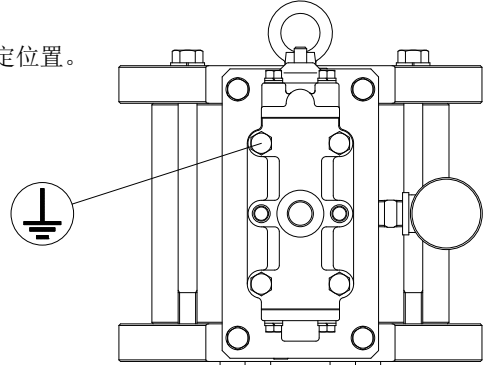

Fig.5 地线设置位置
- 设置泵时请务必在指定位置连接地线。请参照 Fig.5 的指定位置。